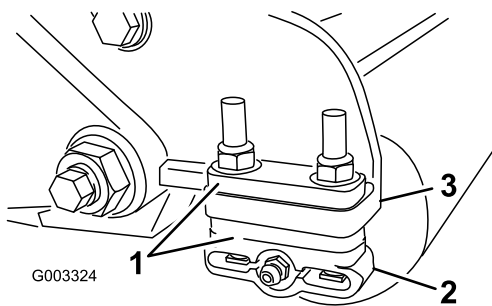

図 13
1. 希望の刈高範囲に必要な数のスペーサを刈高チャートで確認し、スペーサをサイド・プレートの取り付けフランジ（図 13）の下に入れて、後ローラのブラケットの位置を正しくセットする（図 13）。